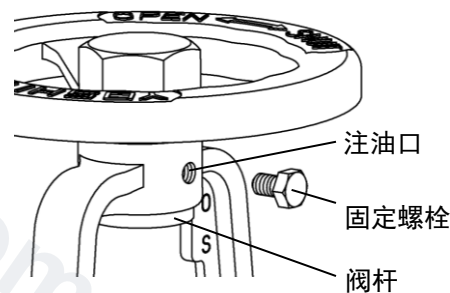

图 3
(5) 需要固定手柄时，请拧紧固定螺栓(参考图 3)。
(6) 给阀套涂润滑油时，请将固定螺栓卸下、从阀盖螺栓孔处注入润滑油(参考图 3)。